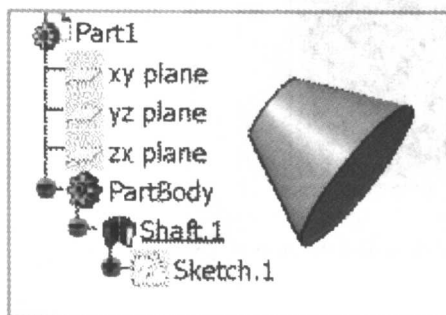

图 1-11 重做“剪切”操作
④ 单击“重做”按钮 (Ctrl+Y), 则圆柱体拉伸特征又被剪切掉了, 如图 1-11 所示。